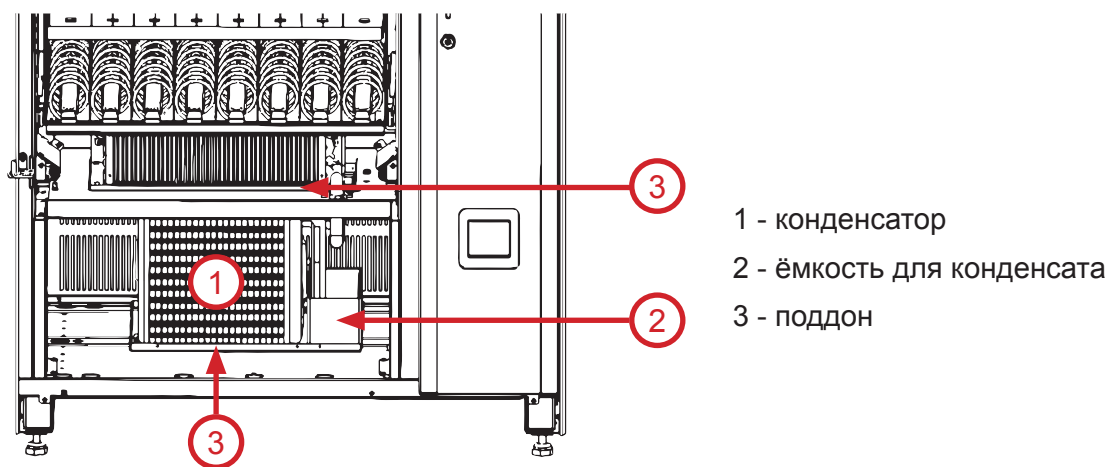

Рисунок 48 - Автомат без лотка выдачи
- Конденсатор (см.рис.48, поз.1) и вентиляционные решётки очистите с помощью пылесоса, узкой щётки и хлопковой тряпки.
- Проверьте ёмкость для конденсата (см.рис.48, поз.2). Если она заполнена водой,откачайте воду любыми подручными приспособлениями (губкой, тряпкой, шприцом, моющим пылесосом и т.п.);
- В поддонах (см.рис.48, поз.3) и на оболочках электрических кабелей не должно быть воды. Если она есть, следует сухой тряпкой убрать воду и дать окончательно просохнуть.